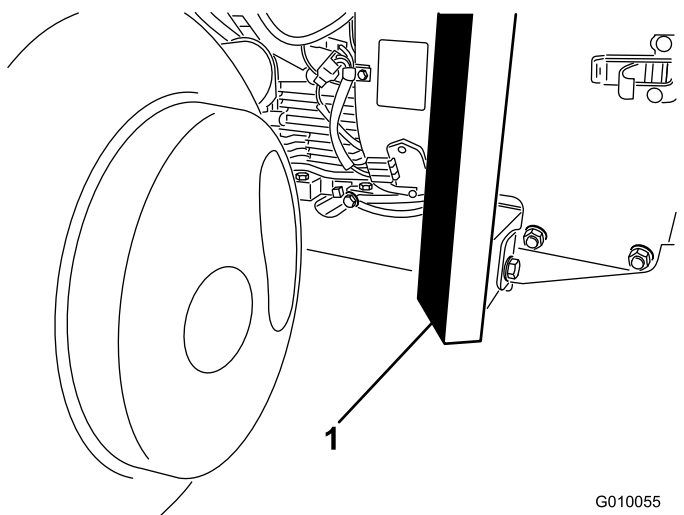

Figura 37
3. Collocate il cavalletto con sicurezza sotto la parte anteriore del telaio (Figura 37).